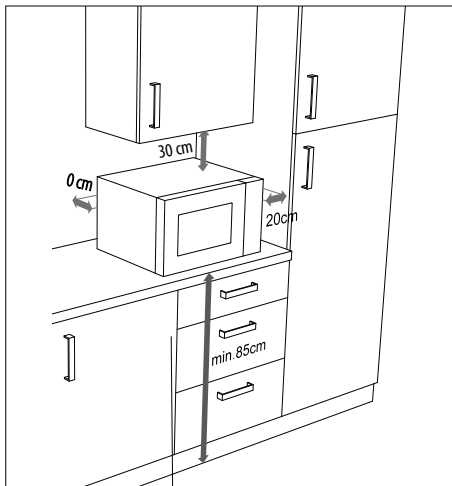

Fig. 4 – Distancias de aparato
- ▶ Se deben observar las distancias indicadas en (**véase Fig. 4**) para asegurar una buena ventilación. El distanciador de la pared posterior del aparato debe tocar la pared. Este garantiza que se mantiene la distancia correcta al colocar el microondas.